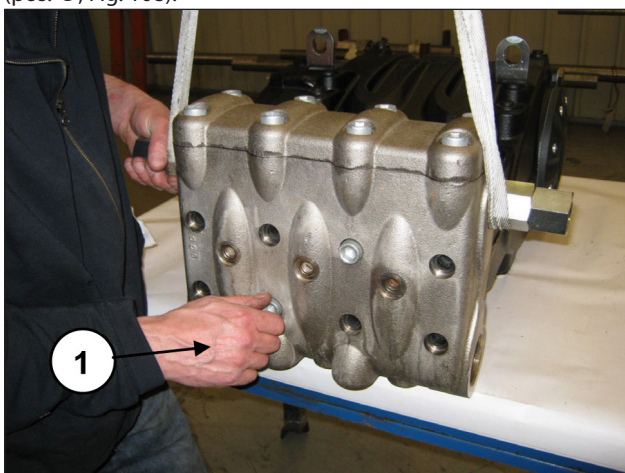

Fig. 107
Ahora es posible desmontar la cabeza del cárter de la bomba aflojando los 8 tornillos M16x180 (pos. ①, Fig. 107).